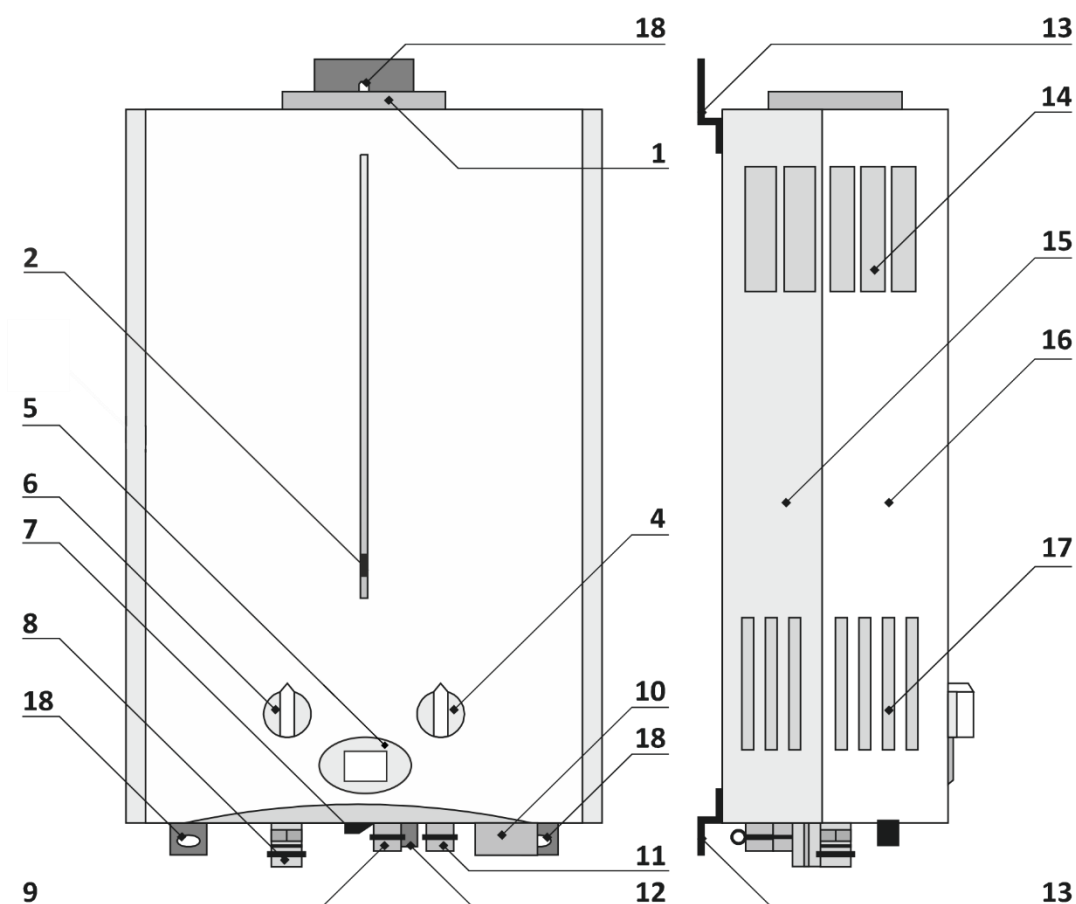

Рис. 1
- 6.11.5. Место подсоединения подвода газа указано на схеме Рис. 1 (п. 8 – «патрубок входа газа») и на водонагревателе (надпись – «вход газа»).
- 6.12.2. Места подсоединения холодной и горячей воды указаны на Рис. 1 (п. 11 – «патрубок входа холодной воды» и п. 9 – «патрубок выхода горячей воды»), а также на водонагревателе (надписи «вход воды» и «выход воды»).